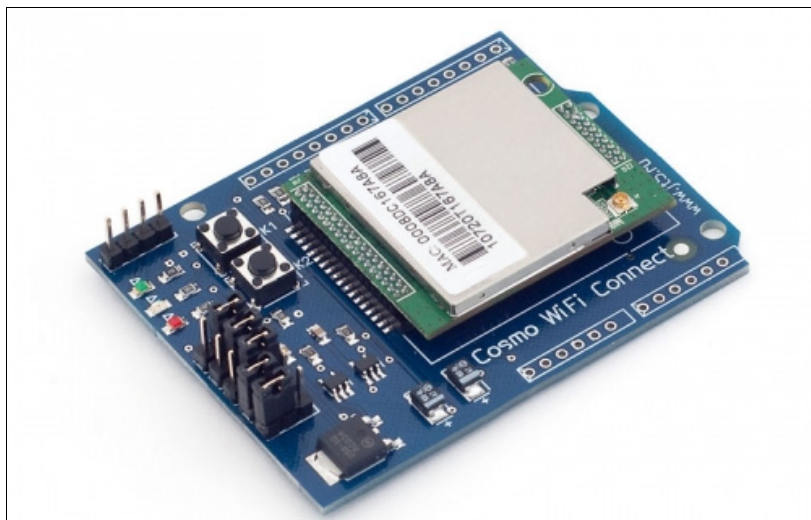

Рис. 3.8. Cosmo WiFi Connect
□ **Cosmo WiFi Connect** (рис. 3.8) — плата предназначена для организации беспроводной сети стандарта IEEE 802.11b/g.